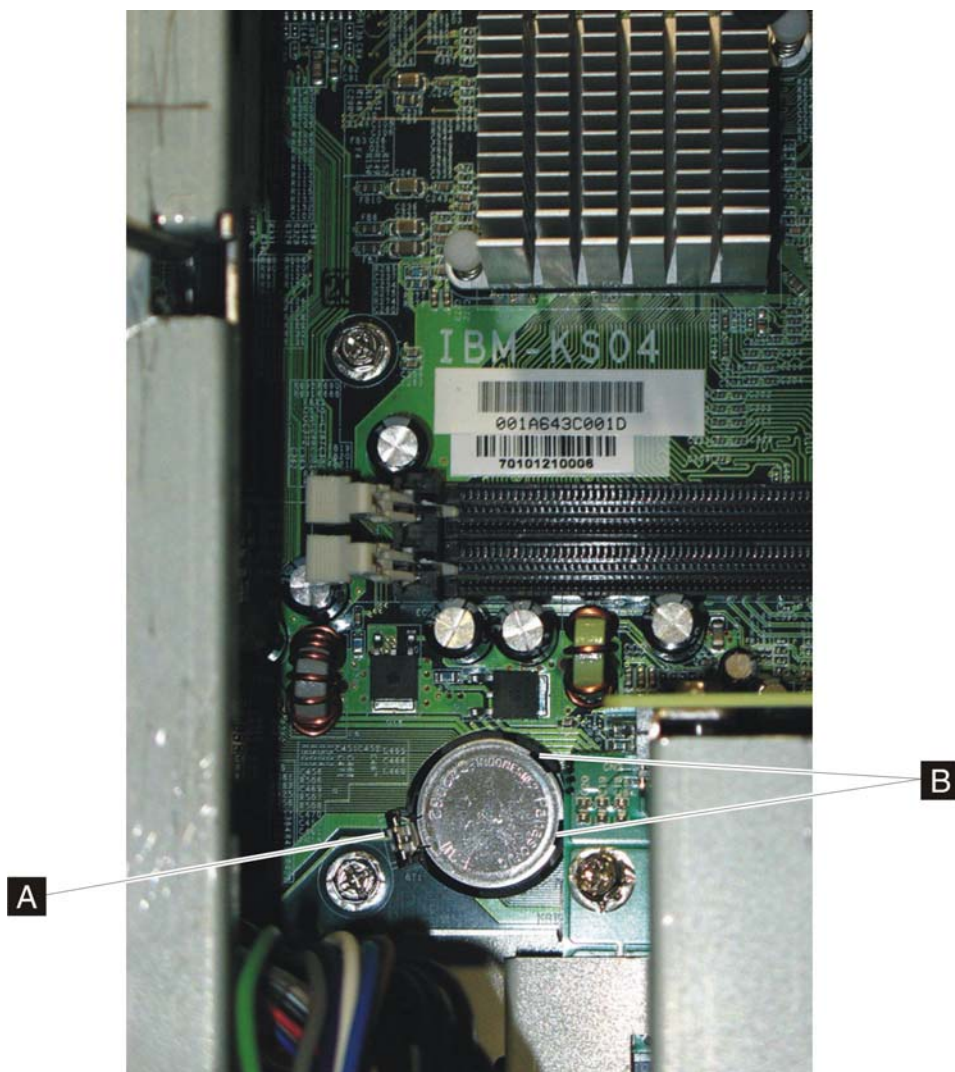

图 36. 卸下系统板电池
2. 小心地按下电源松开按钮（第 46 页的图 36 中的 **A**，在系统板的前端）。电池将从插座中弹出。